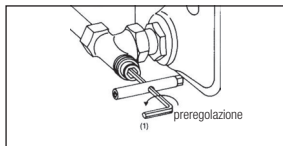

Fig.4 Preregolazione del detentore a servizio del radiatore
3. Ora preregolare l'otturatore conico con una chiave esagonale CH 6 (6mm) (1) ruotando in senso antiorario a seconda del numero di giri selezionati sul diagramma (Fig.4).